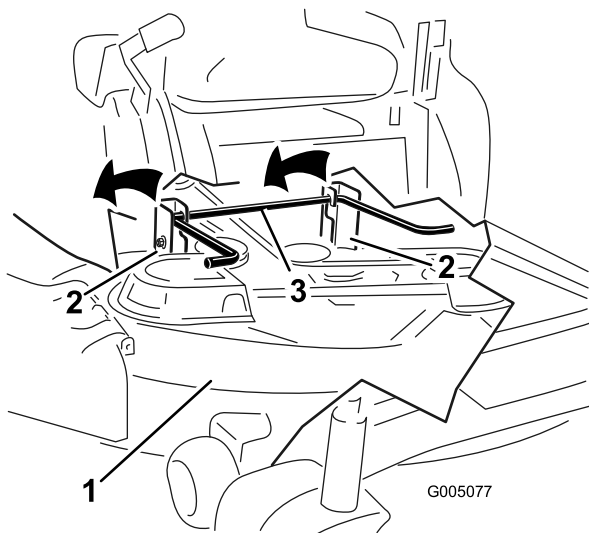

Figure 60
6. Soulevez et enlevez le tablier de coupe et les supports de la tige de levage arrière et abaissez la tondeuse au sol avec précaution (Figure 60).
5. Soulevez l'arrière du tablier de coupe et guidez les supports sur la tige de levage arrière (Figure 60).